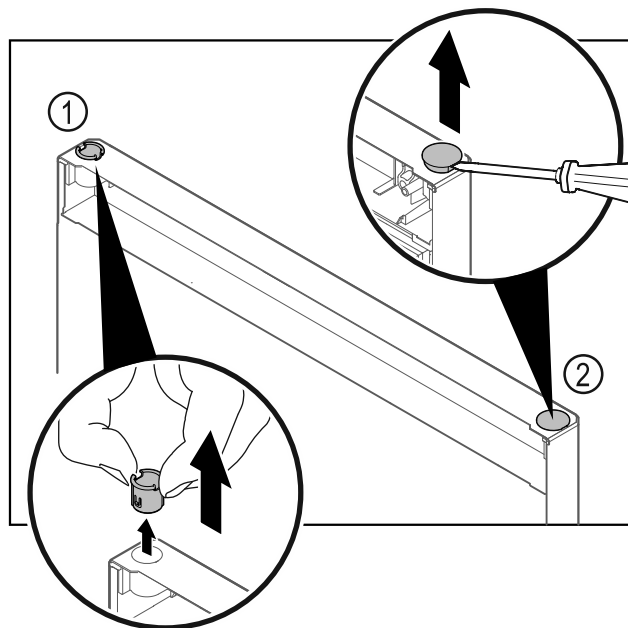

Fig. 21
- ▶ Pušo tečaja Fig. 21 (1) snemite s prsti.
- ▶ S ploščatim izvijačem previdno dvignite krovni čep Fig. 21 (2) in ga izvlecite.